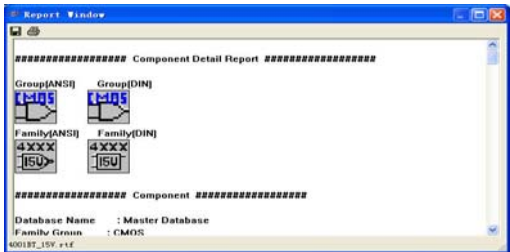

图 4-9 “Report Window”窗口
2) Detail Report 按钮：元器件详细列表。本按钮的功能是列出此元器件的详细列表，单击该按钮出现如图 4-9 所示的“Report Window”窗口。